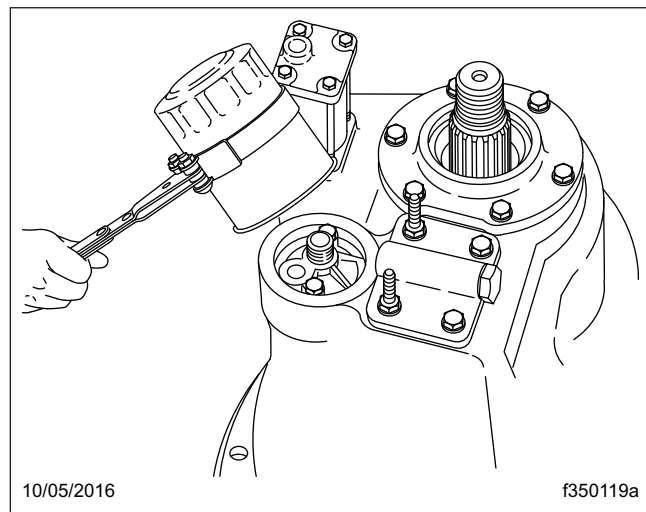

Figura 5, Cómo retirar el filtro de aceite de eje Meritor
- 4.1 Retire el filtro de aceite del eje usando una llave de correa para filtro (vea la **Figura 5**) y deséchela.